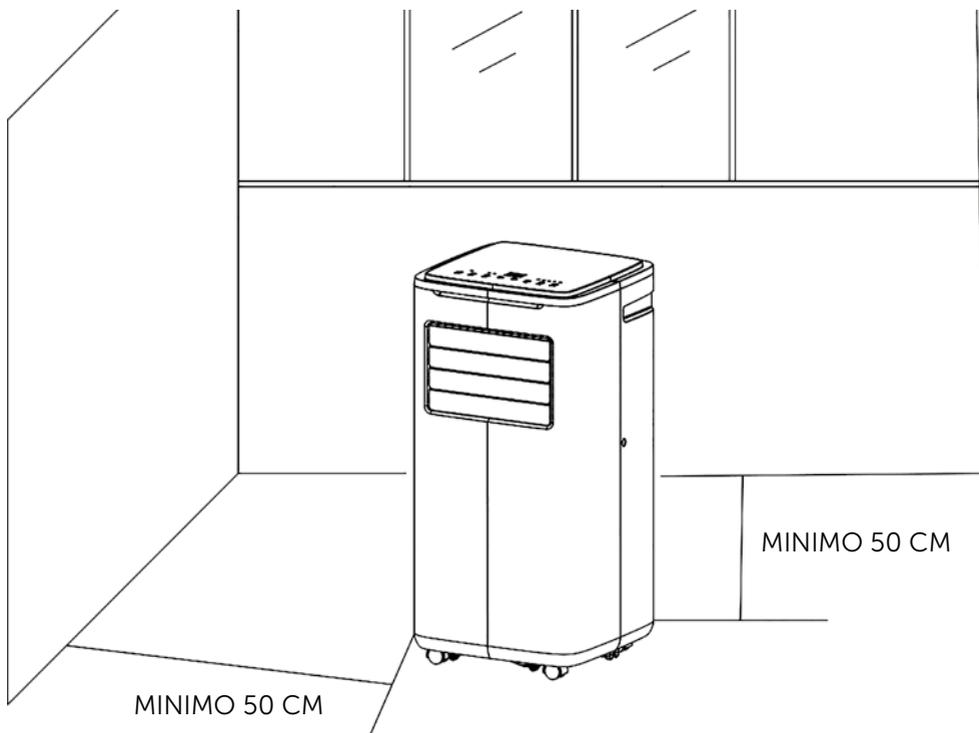

FIG. 4
- 3) Spostare l'unità con il tubo di calore installato e i raccordi davanti alla finestra e la distanza tra il corpo e le pareti o altri oggetti deve essere di almeno 50 cm (come mostrato in Fig.4).